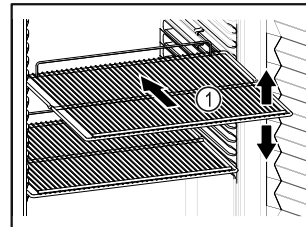

Fig. 53 Примерно изображение
- ❑ Ако стелажите за съхранение Fig. 53 (1) могат да се местят, регулирайте ги според височината.